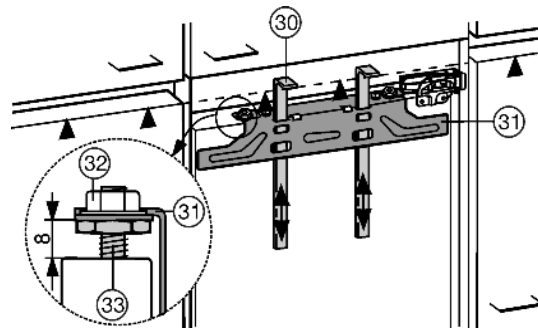
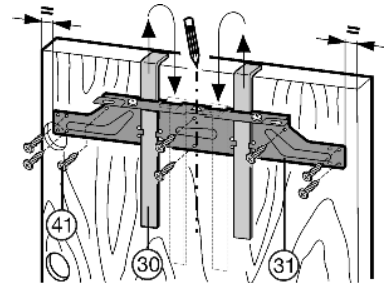

Fig. 25
Fig. 26
**Les dispositifs de montage Fig. 25 (30) sont requis pour les deux portes. C'est pourquoi il faut monter les portes du placard l'une après l'autre.**
- ▶ Glisser les auxiliaires de montage Fig. 25 (30) à la hauteur de la porte du placard. Arête inférieure de butée ▲ de l'auxiliaire de montage = arête supérieure de la porte de placard à monter.
- ▶ Dévisser la traverse de fixation Fig. 26 (31) au moyen des contre-écrous Fig. 25 (32).
- ▶ Accrocher la traverse de fixation Fig. 26 (31) avec les auxiliaires de montage Fig. 26 (30) à l'intérieur de la porte de placard.
- ▶ Aligner la traverse de fixation Fig. 26 (31) au centre : tracer la ligne courte médiane sur la porte de meuble et venir y placer la pointe de flèche de la traverse.
- ▶ Visser la traverse de fixation Fig. 26 (31) avec au moins 6 vis Fig. 26 (41).
- ▶ Visser la traverse de fixation Fig. 26 (31) avec 4 vis Fig. 26 (41) au bord.
- ▶ Tirer les dispositifs de montage Fig. 26 (30) vers le haut, les tourner de 180° et les enfoncer dans les logements qui se trouvent à côté.